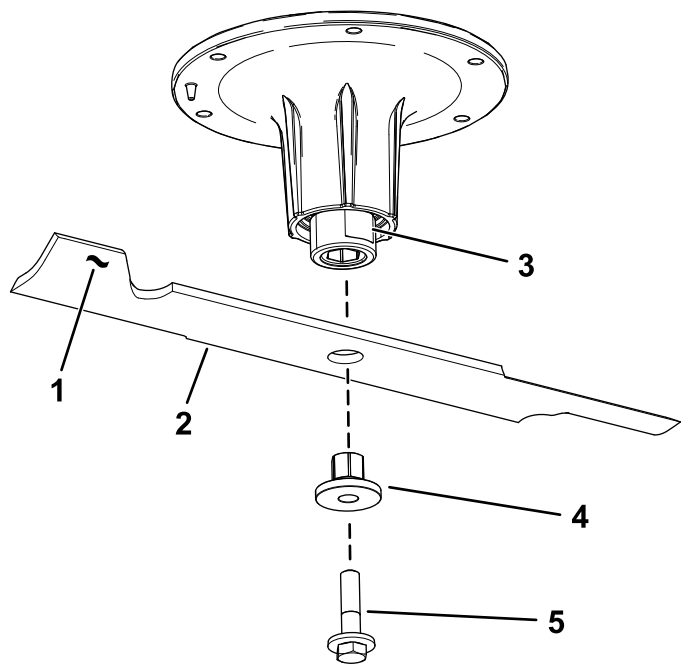

Bild 74
2. Entfernen Sie die Messerschraube, Buchse und das Messer von der Spindelwelle (Bild 74).